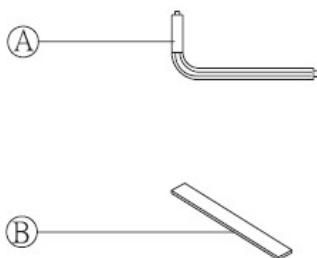

Abb. 14: Werkzeuge zur Schnittspalteinstellung
- Innensechskantschlüssel A für die Messerschrauben (Abb. 14).
- Dickenmeßgerät B (Abb. 14).